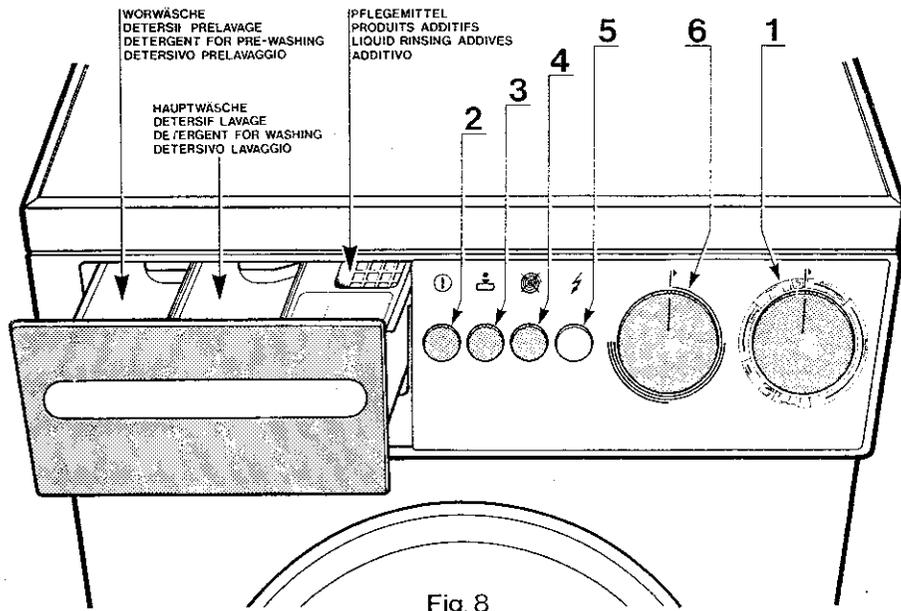

Fig. 8
5) Selezionare la temperatura di lavaggio desiderata girando la manopola n. 6 (fig. 8) in senso orario nei programmi 1-2-3-4 e 5. Nel caso che il programma selezionato sia uno dei delicati, cioè 8-9-10 e 11 posizionare la manopola su una temperatura di 40 C., in queste condizioni la lavatrice eseguirà automaticamente i lavaggi a una temperatura di 40 C circa.
7) Caricare il detersivo. Il detersivo e gli additivi vanno caricati attraverso il portello a tre scomparti posto a sinistra del pannello comandi ai quali si accede aprendolo verso l'esterno (Fig. 8).
8) Scegliere il programma di lavaggio secondo le indicazioni della «Tabella programmi». Ruotare la **manopola programmatore 1** (Fig. 8) fino a che l'indice coincide con il numero del programma prescelto.
5) Sélectionner la température de lavage désirée en tournant le bouton 6 (Fig. 8) dans le sens des aiguilles d'une montre pour les programmes 1-2-3-4 et 5.
8) Choisir le programme de lavage selon les indications du «Tableau des programmes». Tourner le bouton programmatore 1 (Fig. 8) jusqu'à ce que l'index corresponde avec le numéro du programme désiré.